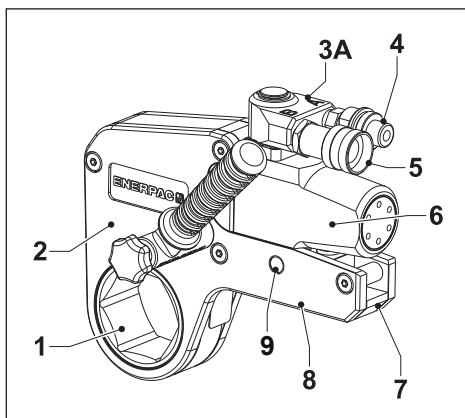

図1
- ドライブユニットスペーサー固定ピンが摩耗、曲折、喪失、または損傷している可能性がある、または損傷していることが分かっている場合は、レンチを操作しないでください。ドライブユニットがカセットから外れ、危険な状態で飛散することがあります。10ページの図1または2の項目9を参照してください。
3.1 概要と特長 (図1または2)